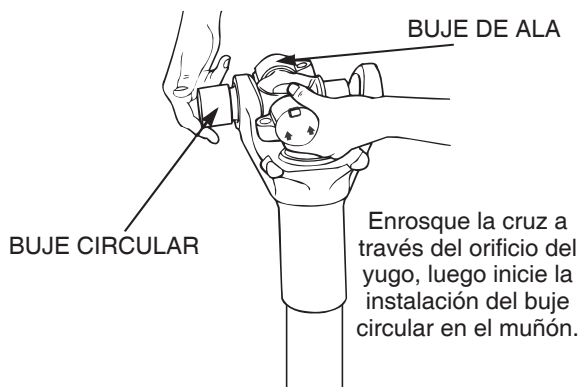

Figura 4.33
4. Posicione el primero buje circular en el muñón roscando el muñón en cruz a través del orificio del yugo. Figura 4.33.